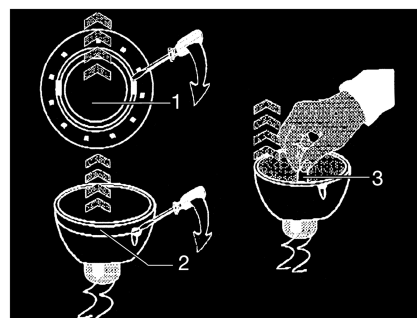

Fig. 261 Remplacer l'ampoule halogène
- Desserrer la bague de recouvrement intérieure (Fig. 261,1) du boîtier avec un tournevis.
- Défaire la bague de recouvrement avec le panneau en verre (Fig. 261,2) de la partie inférieure de la lampe halogène encastrée à l'aide d'un tournevis.
- Retirer l'ampoule halogène (Fig. 261,3).